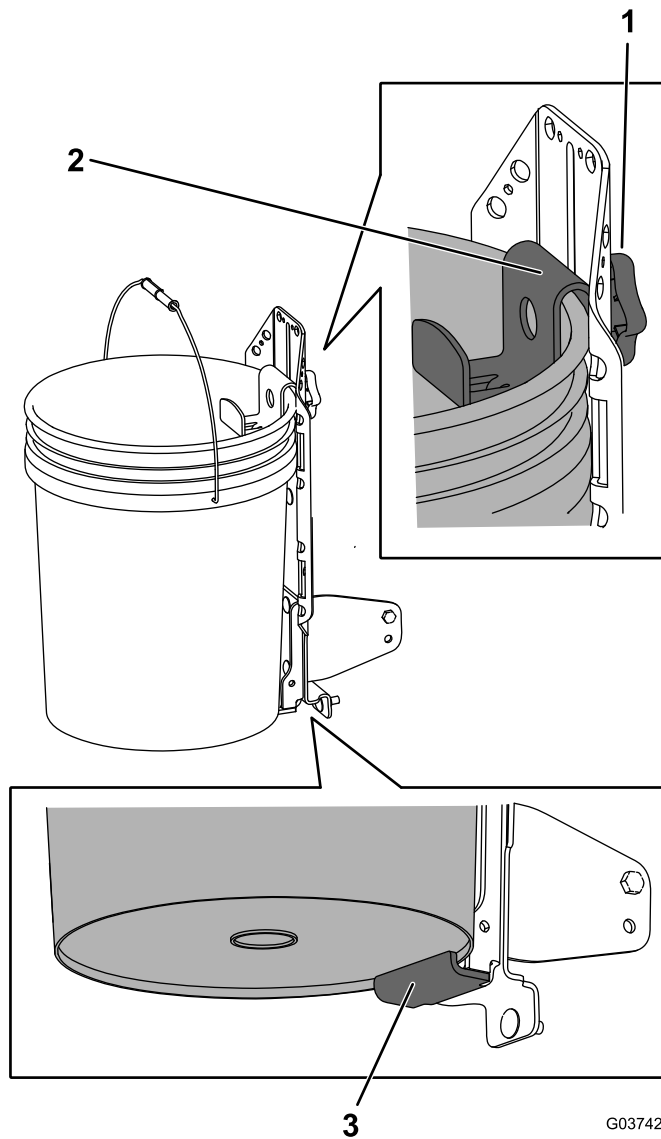

図 6
1. ノブをゆるめて上部ブラケットを上げるノブを締めてその位置に固定する 図 6。
2. サポートブラケット底面の突起の上にバケット底面のリップ部分セットする 図 6。
3. ノブをゆるめて上部ブラケットをバケットの縁まで降ろす。ノブを締める 図 6。